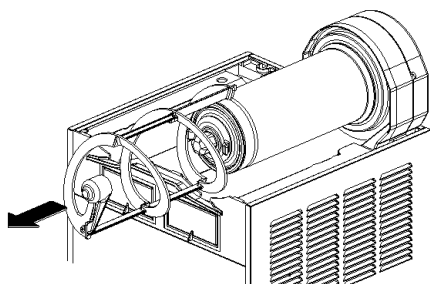
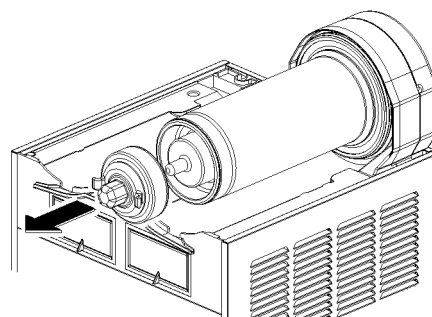

figura 9
figura 10
- 3 Desenfiar del evaporador el rascador exterior (ver figura 9) y después el rotor magnético externo completo (ver figura 10).